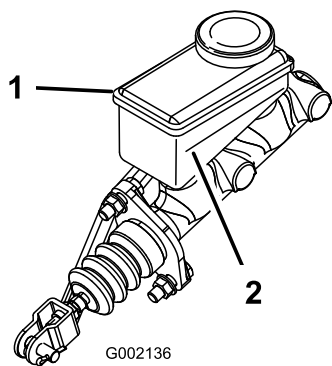

図 18
3. タンクの側面についているマークで、量を点検する 図 18。
- B. 最低ラインより上まで DOT 3 ブレーキ液を補給する 図 18。